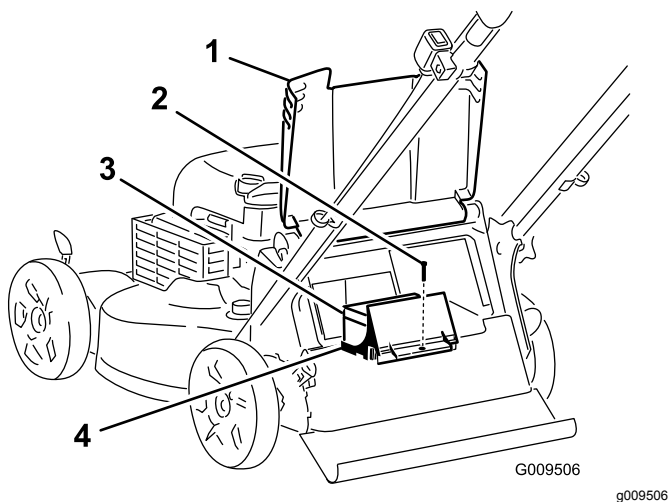
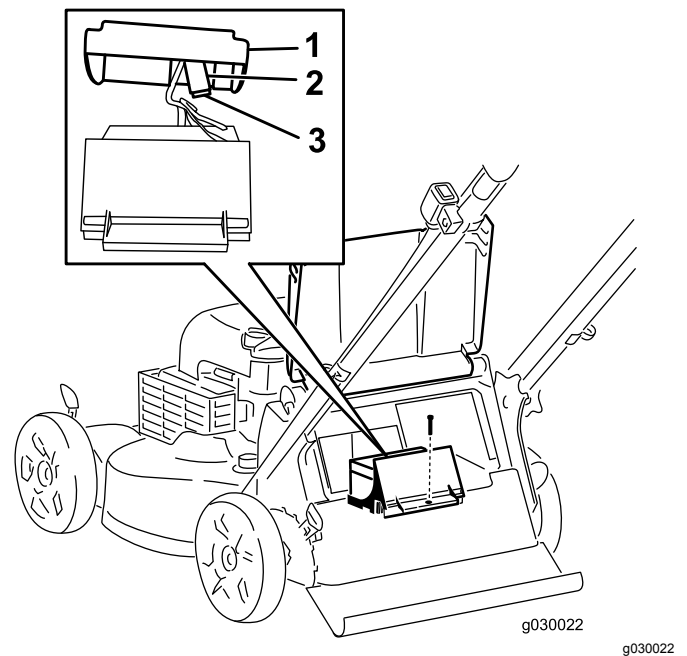

Figure 31
Figure 32
2. Soulevez le déflecteur arrière et localisez le logement de la batterie (Figure 31).
4. Enlevez la vis qui fixe le logement de la batterie, sortez la batterie et localisez le fusible (Figure 31 et Figure 32).
5. Remplacez le fusible dans le porte-fusible (Figure 32).